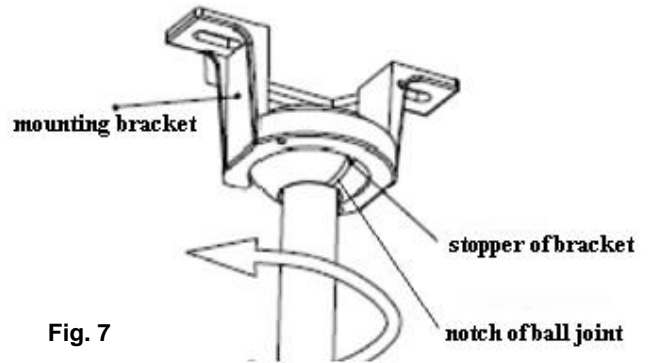

Fig. 7
1. Enlever l'assemblage de ventilateur au support de montage Fig.7